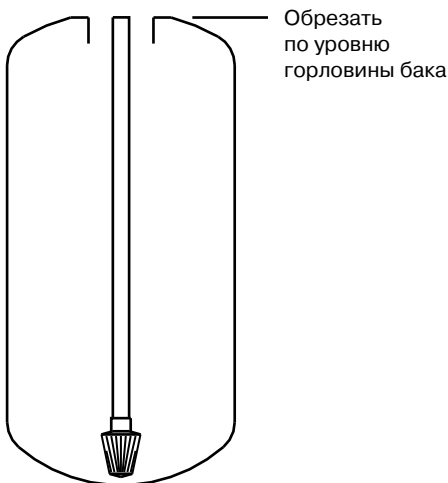

Рис. 2. Обрезка трубы дистрибьютора
2. Установите и отцентрируйте распределительную трубу с корзиной в корпусе установки (рис. 2, 3). **ВНИМАНИЕ:** не надавливайте на распределительную трубу во избежание поломки корзины.
3. Обрежьте трубу дистрибьютора в соответствии с рис. 2..